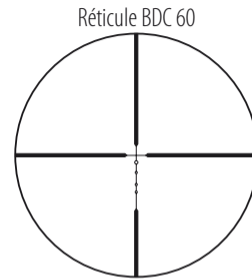

Fig. 3
(1) Mise au point
- 1 Regardez dans l'oculaire, l'œil placé à environ 3-4 pouces (7,5-10 cm) de l'oculaire, pour voir le réticule BDC 60 (Fig. 3).